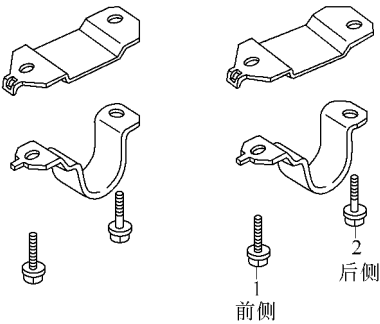

图 14－111 稳定杆托架的前后固定螺栓是不同的
2) 安装稳定杆螺栓、护圈和弹性垫，装上并旋紧新螺母直至螺栓的伸出长度到 4.5～6mm 为止，如图 14－112 所示。